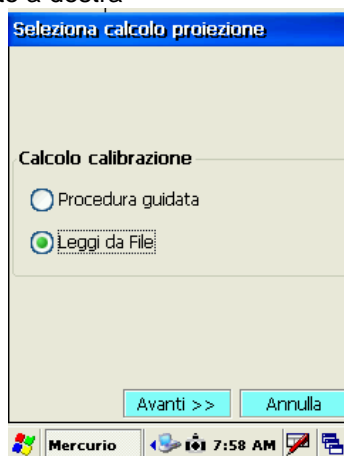

fig. 123
2. selezionare **Leggi da File** fig. 123